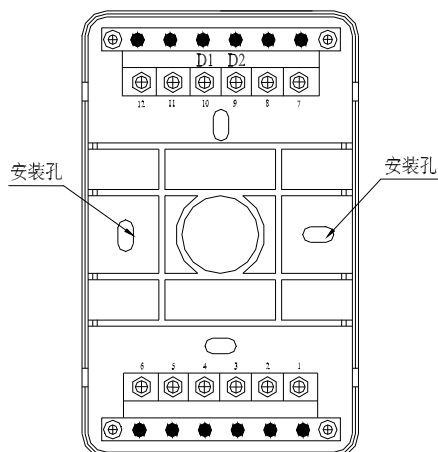

图 1-52
- (1) 声光报警器采用壁挂式安装，在普通高度空间下，以距顶棚 0.2m 处为宜。
- (2) 声光警报器与底壳之间采用插接方式。
(3) 安装底壳时应注意方向，底壳示意图如图 1-52 所示。